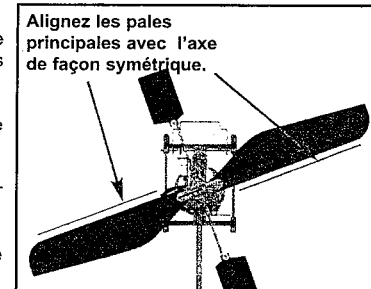

Fig. 6
6. Nous vous recommandons de serrer les vis qui tiennent les pales principales jusqu'à ce que celles-ci ne puissent plus bouger. Ceci aura pour effet d'accroître la stabilité et les performances en vol. Avant de serrer les vis des pales, vérifiez l'angle d'incidence ainsi que la symétrie des pales (comme indiqué sur la figure 6).